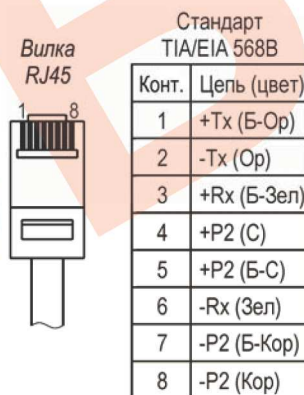

Рис.2 Обжимка вилки RJ45 на кабель кат.5е
6. Ввести через гермоввод внешний кабель UTP кат.5е и подключить его к разъёму X1 платы сплиттера (рис.3). Схема обжимки вилки RJ45 на кабель кат.5е показана на рис. 2.